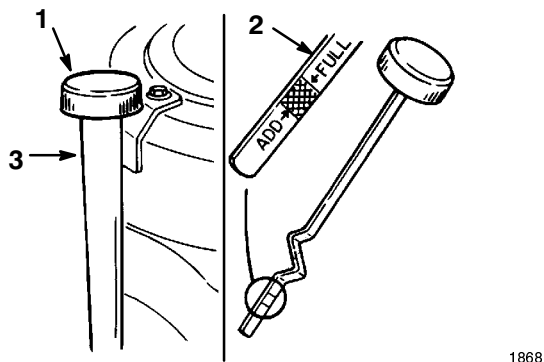

Figure 31
3. Nettoyer les abords de la jauge d'huile (Fig. 31) pour éviter l'introduction de saleté dans l'ouverture de remplissage, qui risquerait d'endommager le moteur.
4. Dévisser la jauge d'huile et bien essuyer l'extrémité métallique (Fig. 31).
5. Visser la jauge à fond dans le goulot de remplissage (Fig. 31), puis la dévisser à nouveau et lire le niveau d'huile sur l'extrémité métallique. Si le niveau est bas, verser lentement de l'huile dans le goulot de remplissage, juste assez pour amener le niveau au repère du plein ("FULL"), puis revisser la jauge.
- Verser lentement environ 80% du volume d'huile spécifié dans le goulot de remplissage (Fig. 31), puis contrôler le niveau d'huile, voir Contrôler le niveau d'huile, page 37. Rajouter de l'huile lentement pour amener le niveau jusqu'au repère du plein ("FULL") sur la jauge.